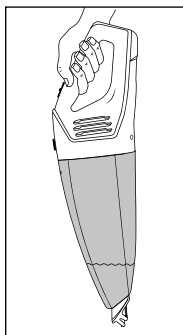

Abb. 3
① Hinweise zum Saugen von Flüssigkeiten
- Wenn Sie Flüssigkeiten aufgesaugt haben, tragen Sie das Gerät immer mit der Nasssaugdüse ❶ nach unten weisend (siehe Abb. 3):